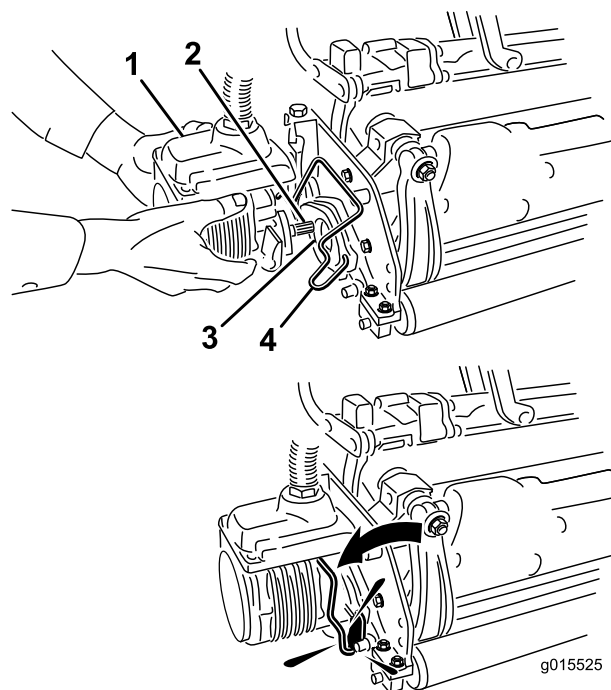

Figura 15
11. Spalmate del grasso pulito sull'albero scanalato del motore dell'apparato di taglio (Figura 15).
12. Inserite il motore nel lato sinistro dell'apparato di taglio (come mostrato dalla posizione dell'operatore) e tirate la barra di fissaggio del motore sull'apparato di taglio verso il motore stesso fino a udire chiaramente uno scatto da ambo i lati del motore (Figura 15).